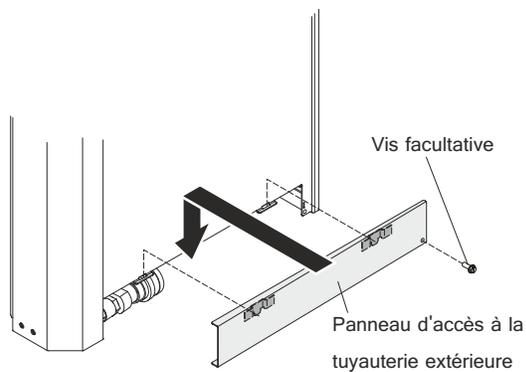

Figure 43. Installation du panneau d'accès à la tuyauterie extérieure
13. (Facultatif) Fixez le panneau d'accès à la tuyauterie extérieure à l'échangeur de chaleur à l'aide d'une vis M4 (voir figure 43).